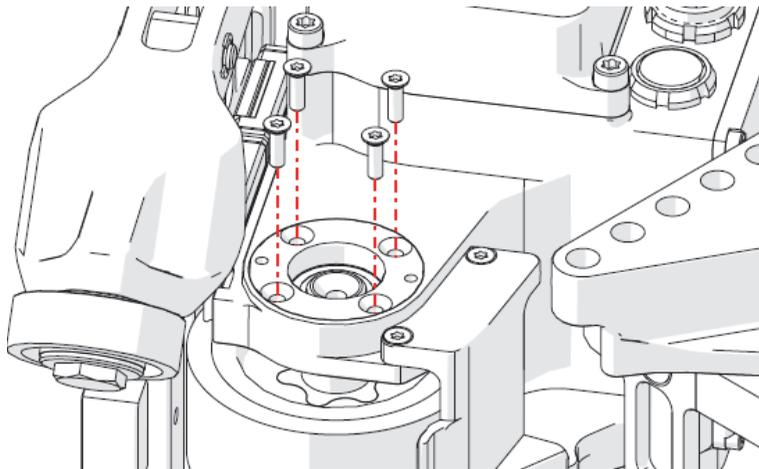

Figure 2-12 Retrait des vis du boîtier de roulement
13. À l'aide d'un tournevis Torx T10, retirez les quatre vis du boîtier de roulement (Figure 2-12 à la page 99).